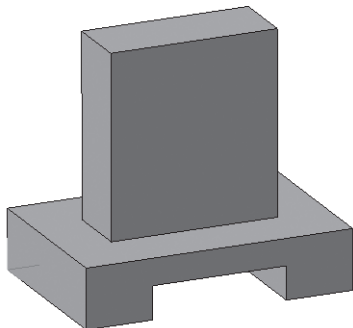

Рис. 188
-  – создайте объект (рис. 188);